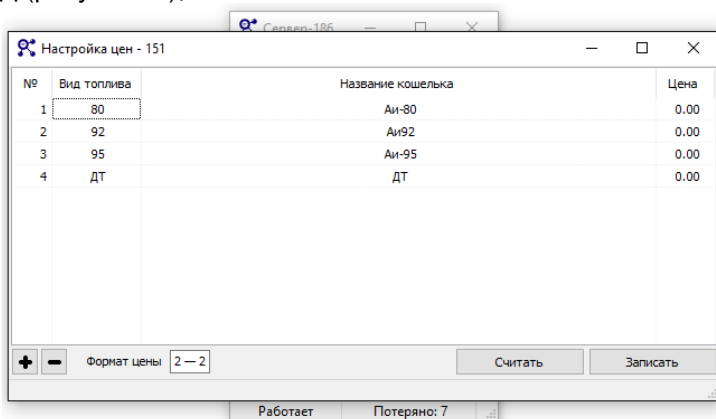

Рисунок 31
– настройку соответствия между двузначным цифровым кодом топлива, который используется в конфигурации рукавов, и строковым значением кошелька в БД, которое используется при регистрации заказов в БД (рисунок 31);